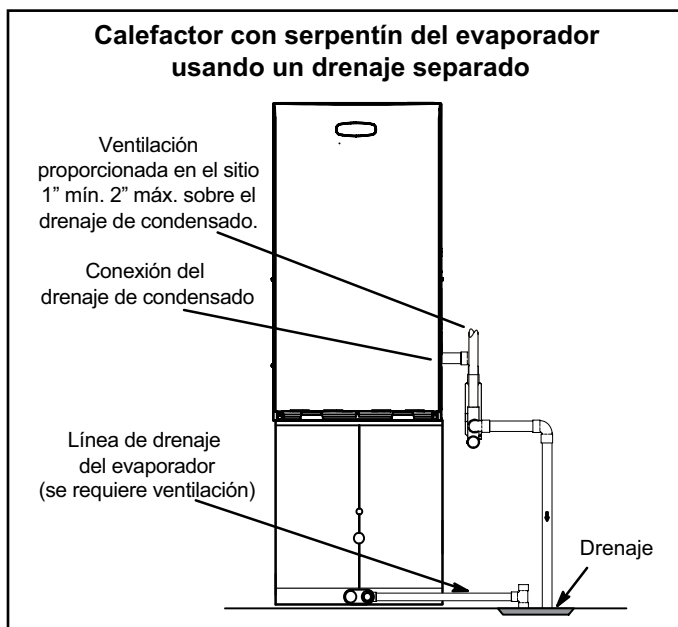

FIGURA 46
- 5 - La Figura 46 muestra el calefactor y el serpentín del evaporador usando un drenaje separado. Si es necesario, la línea de condensado del calefactor y del serpentín del evaporador se pueden drenar juntas. Ver las Figuras 47 y 48. La ventilación proporcionada en el sitio debe ser de un largo mínimo de 1" hasta un largo máximo de 2" arriba de la conexión de la salida de drenaje de condensado.